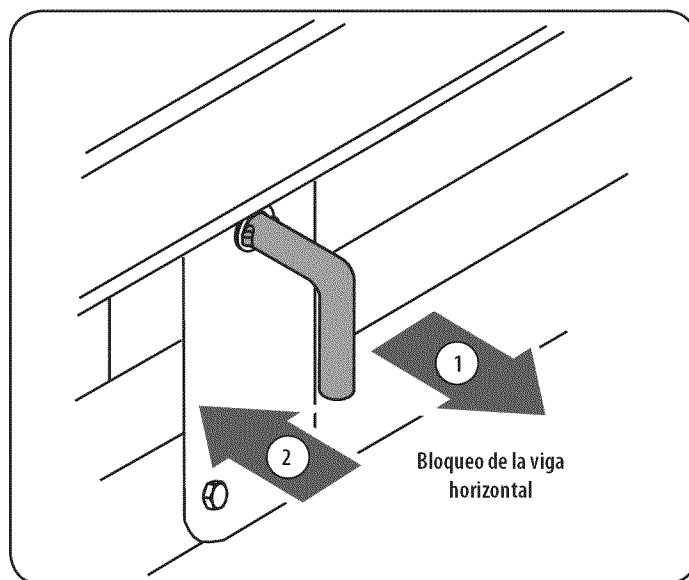

Figura 17
1. Tire del bloqueo de vigueta vertical hacia afuera y rótelo hacia abajo. Vea la Figura 17. Gire la vigueta a la posición horizontal. La vigueta se trabará automáticamente en posición horizontal.
4. Siga el programa de mantenimiento (Figura 17).